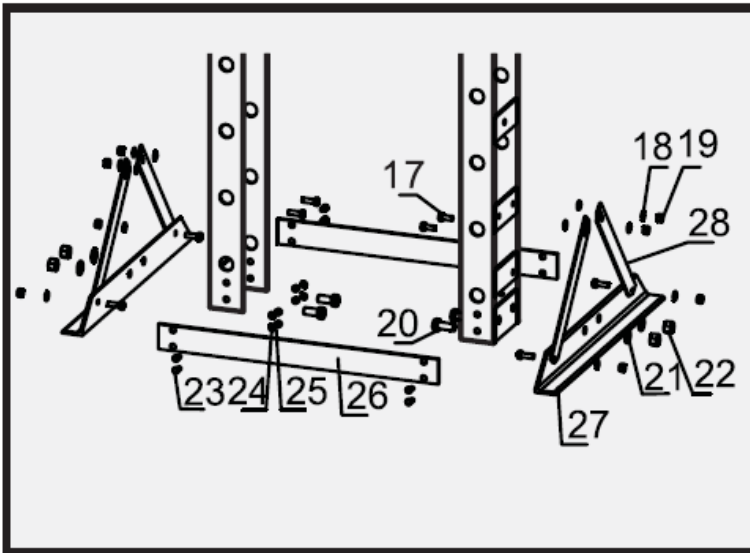

Рис. 2
3. Установите стойки рамы в вертикальное положение. Сдвиньте опорные уголки основания стоек (27) под стойки рамы, расположите нижнюю поперечину рамы (26) между ними. Совместите отверстия и вставьте болты (23) в стойки, опорные уголки и нижнюю поперечину рамы, затем вставьте шайбы (24) и закрутите гайки (25). Совместите отверстия под болты и вставьте болты (20) в стойки рамы и опорные уголки, закрепите их шайбами (21) и гайками (22). Закрепите боковые растяжки (28) на стойках рамы и опорных уголках болтами (17), с шайбами (18) и гайками (19). См. рис. 2.